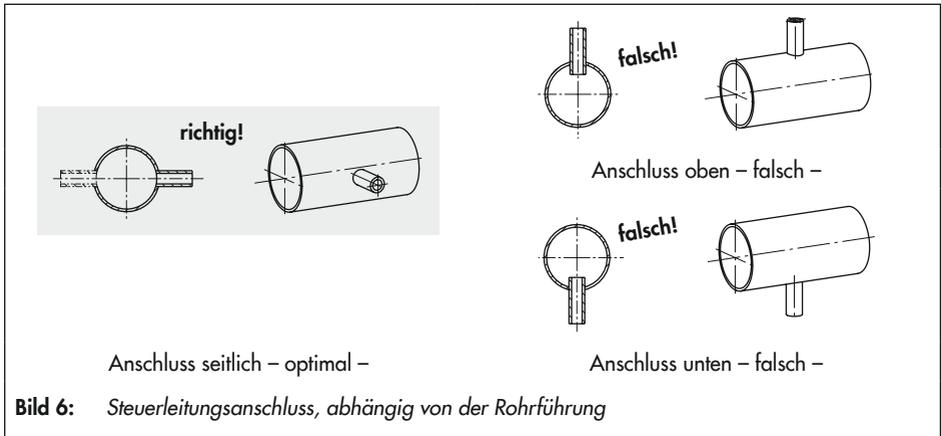

Bild 6: Steuerleitungsanschluss, abhängig von der Rohrführung
- Externe Steuerleitungen seitlich an der Hauptleitung anschließen (vgl. Bild 6).